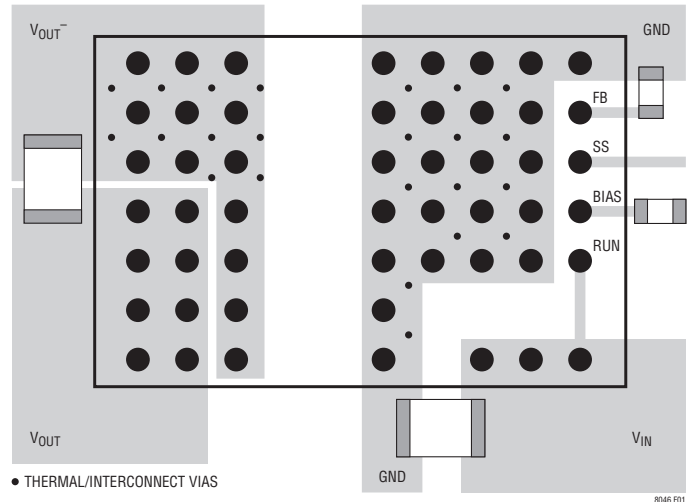

図1. 推奨外部部品、プレーン、およびサーマル・ビアを示すレイアウト
PCBのレイアウトに関連した困難な問題のほとんどはLTM8046による高度の集積化によって緩和ないし除去されました。とはいえ、LTM8046がスイッチング電源であることに変わりはないので、電氣的ノイズを最小に抑えて正しい動作を保証するには注意を払う必要があります。高度に集積化されていても、レイアウトが無計画だったり不出来だったりすると、規定された動作を実現できないことがあります。推奨レイアウトについては図1を参照してください。接地とヒートシンクに問題がないことを確認します。
6. ビアを使って、GND銅領域をボードの内部グラウンド・プレーンに接続します。これらのGNDビアを多数分散配置して、プリント回路基板の内部プレーンへの十分なグラウンド接続と熱経路の両方を与えます。図1のサーマル・ビアの位置と密度に注意してください。これらの位置で内部GNDプレーンに接続されているビアは内部の電力を処理する部品に近接しているので、それらのビアによって与えられるヒートシンク機能から、LTM8046は恩恵を得ることができます。サーマル・ビアの最適個数はプリント回路基板の設計に依存します。たとえば、ある基板では非常に小さなビア